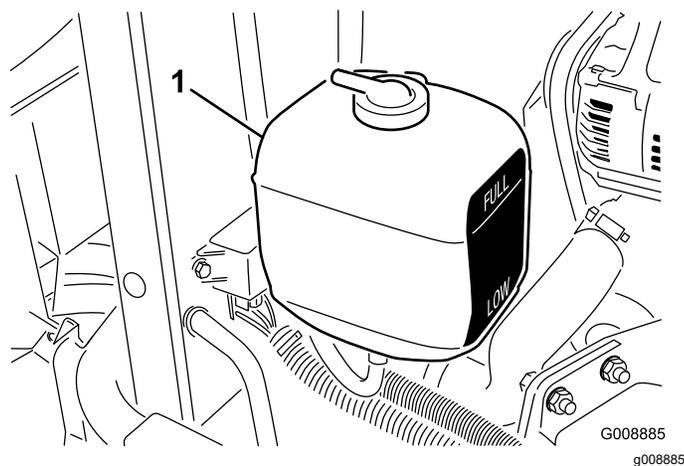

Figura 31
1. Controllate il livello del refrigerante nel serbatoio di espansione (Figura 31). A motore freddo il livello del refrigerante deve essere a metà circa tra i segni riportati sul fianco del serbatoio.